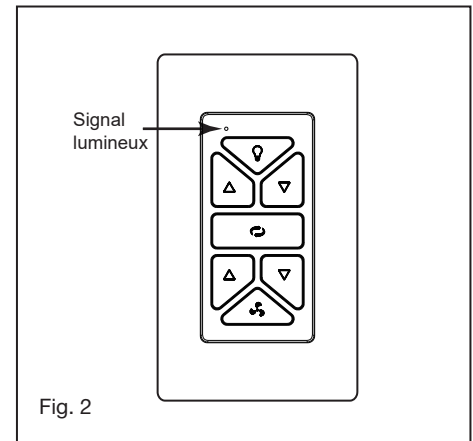

Fig. 2
- 4 À l'aide de la clé Allen fournie, serrez complètement les quatre vis à tête Allen pour bien fixer l'ensemble moteur à la plaque de montage. (Fig. 2)
2. Effectuez les connexions des câbles entre le ventilateur et le récepteur. Pour cette étape utilisez le faisceau de 5 fils sur le récepteur. (Fig. 2)
- 1 Localisez les 9 vis de fixation de la lame. Diapositive une lame sur le moteur comme illustré à la Fig.2, en alignant les trous de la lame avec les trous sur le bord du moteur.
- 2 Installez le berceau A dans la plaque murale. (Fig. 2)
- 6 Signal lumineux (Fig. 2)